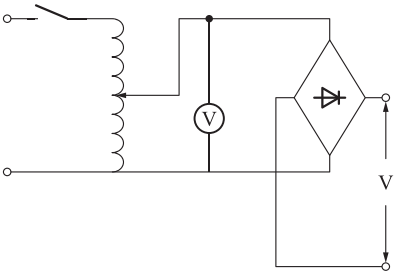

图 2. 1. 1
- 3. 按图 2. 1. 1 接线,用交流电压表监视从实验台调压器输出的 20V 和 25V 交流电压,选用直流电压表,测量输出的直流电压,并填入表 2. 1. 2。